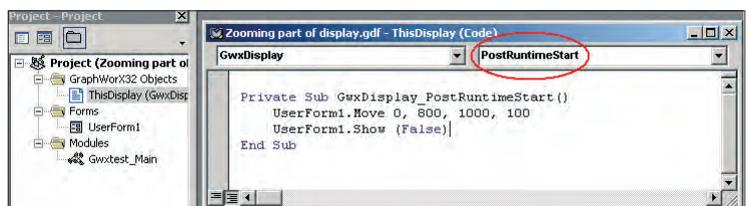

Рис. 16. Запуск пользовательской формы по событию
2. Настроить запуск пользовательской формы (в данном примере форма будет выведена на экран при возникновении события `PostRuntimeStart`, которое происходит при переводе экранной формы в режим исполнения, рис. 16).